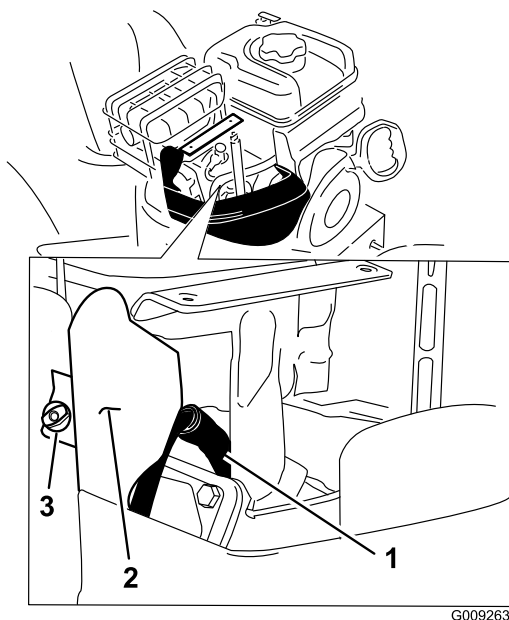

Figura 53
4. Togliete la vite a testa zigrinata della staffa e la staffa (Figura 53).
5. Pulite attorno alla base della candela (Figura 53).